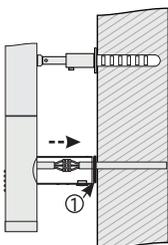

Рис.10
5.2.7. Заправить провода в модуль скрытого подключения (рис. 10).
5.2.8. Для повышения степени защиты произвести герметизацию шва силиконовым герметиком по контуру примыкания модуля скрытого подключения и стены (рис. 10 «1»).